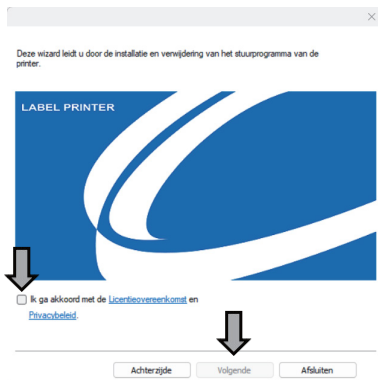

Bild11
- ⑤ Fortsätt till nästa installationskärm. Läs licensavtalet och integritetspolicyn noggrant, markera sedan "Jag godkänner" och klicka på "Nästa" (se bild 11).